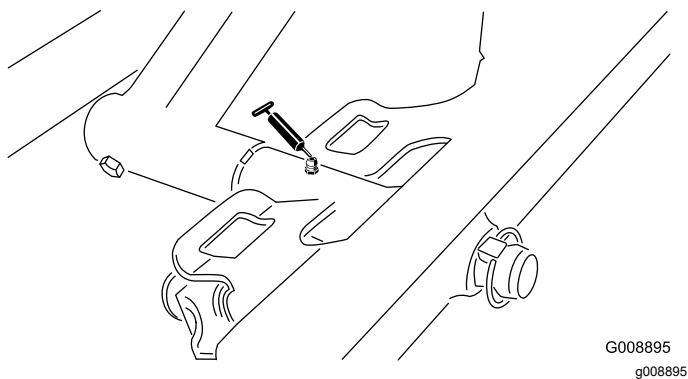

Рисунок 61
- Ось поворота переднего режущего блока (Рисунок 61)